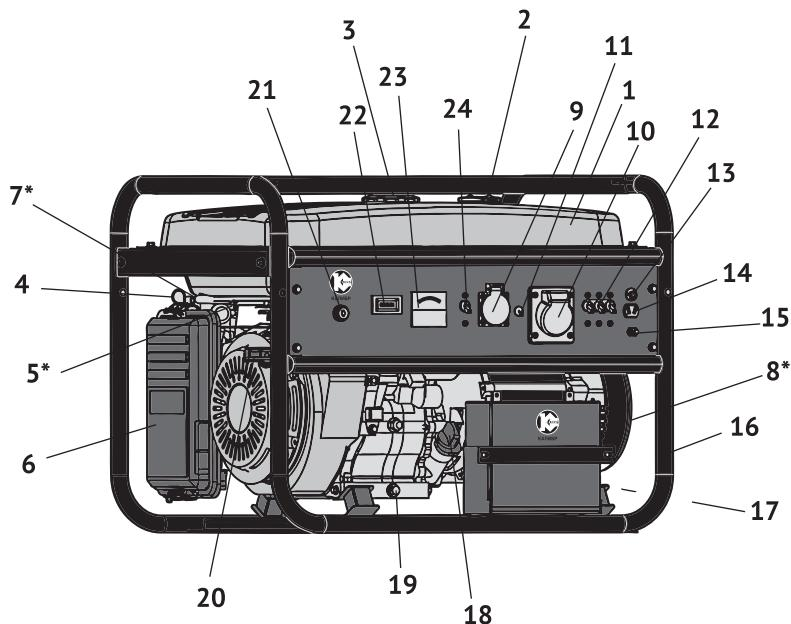

рис.1
ратора. Передача осуществляется через коническое сопряжение ротора генератора и вала двигателя. При этом образуется самоцентрирующаяся трёхопорная схема соединения. С обмоток статора генератора напряжение подводится: через систему стабилизации на розетки переменного тока: однофазного, 230В (рис.1 поз.9) и 3-х фазного, 380В (рис.1 поз.10); через выпрямительный блок на розетку постоянного тока (рис.1 поз.14).
2.4 Общий вид бензогенератора представлен на рис.1
3.2 Бензогенератор оснащён одноцилиндровым четырёхтактным двигателем внутреннего сгорания с верхним расположением клапанов и нижним расположением коленчатого вала. Верхнее расположение клапанов снижает теплоизлучение двигателя. При этом достигается более высокая выходная мощность в меньшем рабочем объёме при эффективном сгорании топлива. Двигатель имеет карбюраторную систему питания. Смазка осуществляется разбрызгиванием масла в картере. Пуск двигателя осуществляется или ручным трошковым возвратным стартёром (рис.1 поз.20) или ключом замка зажигания (рис.1 поз.21) электрического стартёра.
3.4 Двигатель и генератор закреплены на трубчатой раме (рис.1 поз.16) через амортизаторы, что снижает вибрацию аппарата и уменьшает уровень шума при работе. Все элементы бензогенератора имеют удобный доступ для обслуживания и ремонта.
4.2.3 Обеспечение требований электробезопасности: Эксплуатация бензогенератора должна производиться в строгом соответствии с требованиями «Правил техники электробезопасности при эксплуатации электроустановок». Электрическая сеть подключения потребителей относится к системе с изолированной нейтралью, предусматривающей защитное заземление открытых токопроводящих частей корпуса. В зависимости от местных условий (состав грунта, его влажность и т.п.) изменяется качество заземления. Во всех случаях защитное заземление должно иметь сопротивление не более 4-х Ом. Во время работы бензогенератора его клемма заземления (рис.1 поз.15) должна быть подсоединенна к заземлителю. Практически это требование может быть реализовано следующими способами:
Выкрутите пробку-щуп (рис.1 поз.18) из маслозаливной горловины и залейте в картер масло необходимой марки до нижнего края горловины, как показано на рис.2. Вставьте сухой чистый щуп в горловину картера и выньте его. Проверьте уровень масла: граница смоченной области щупа должна располагаться между отметками минимального и максимального уровней.
Открутите крышку топливного бака (рис.1 поз.2). Заливайте бензин в топливный бак не более чем на 1см ниже уровня основания заливной горловины. Перед запуском двигателя тщательно протрите крышку бензобака, удалив возможные при заправке брызги топлива.
6.1.1 Отключить всех потребителей переменного и постоянного тока от генератора. Перевести автоматический выключатель (рис.1 поз.24) в положение «ВыКЛ».
- перевести замок зажигания (рис.1 поз.21) в положение «ВКЛ»;
- открыть топливный кран (рис.1 поз.5);
- вытянуть на себя рычаг воздушной заслонки (рис.1 поз.4) в положение «закрыто» при пуске холодного двигателя (для прогретого двигателя рычаг устанавливается в промежуточном положении);
- резко, с усилием потяните рукоятку стартёра (рис.1 поз.20) до упора, повторите действие ещё раз, если двигатель не завёлся.
- включение двигателя электрическим стартёром производится поворотом ключа замка зажигания (рис.1 поз.21) в положение «ПУСК». Поверните ключ и удерживайте, пока двигатель не заведётся. Не удерживайте ключ электростартёра более 5 сек. Если двигатель не запустился: отпустите ключ зажигания, до возврата в положение «ВКЛ.», выждите 10 сек., затем снова переведите в положение «ПУСК». После запуска двигателя отпустите ключ зажигания для обеспечения его самовозврата в среднее положение «ВКЛ.».
- перевести тумблер автоматического выключателя (рис.1 поз.24) в положение «ВыКЛ.»;